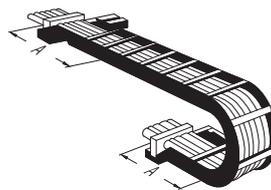

Bild 1
8. Befestigen Sie die Leitungen an beiden Enden der Kette (→ Bild 1).